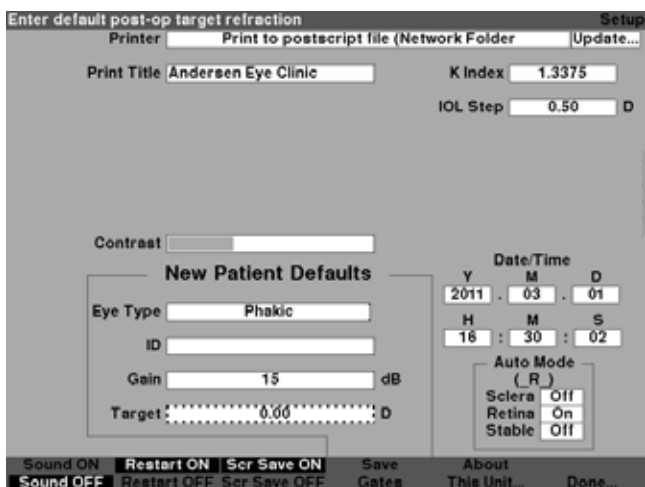

Figura 5-53 Campo de alvo ativado
2. Pressione o botão giratório ou o botão \surd para ativar o campo, indicado pela borda tracejada conforme mostrado na Figura 5-53.